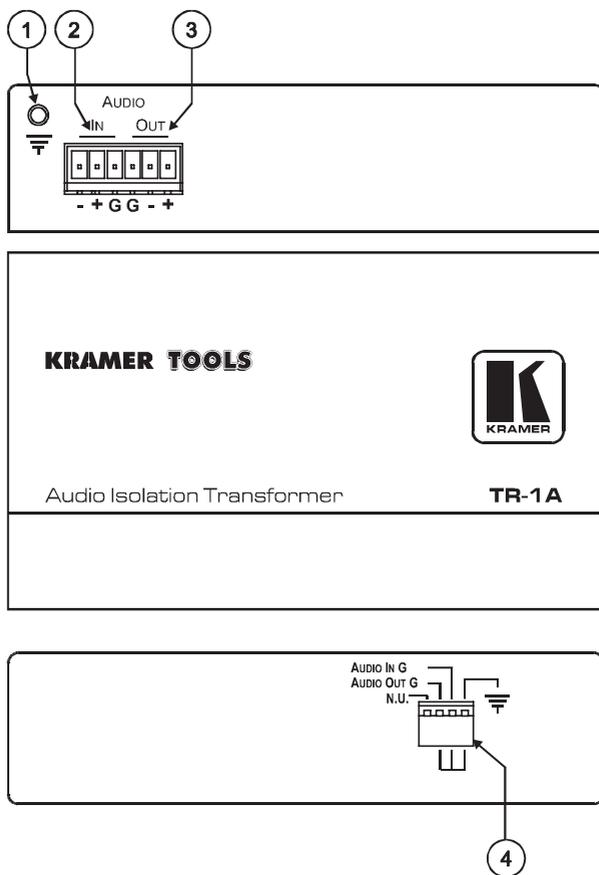

Рис. 2. Изолирующий трансформатор для аудиосигнала TR-1A
- на рис. 2 и в табл. 3 — изолирующего трансформатора для аудиосигнала **TR-1A**